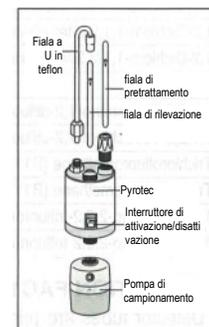

fig.1
- Inserire saldamente la fiala nel Gastec Pyrotec Pyrolyzer con la freccia (G) sulla fiala rivolta verso Gastec Pyrotec Pyrolyzer (fig.1).